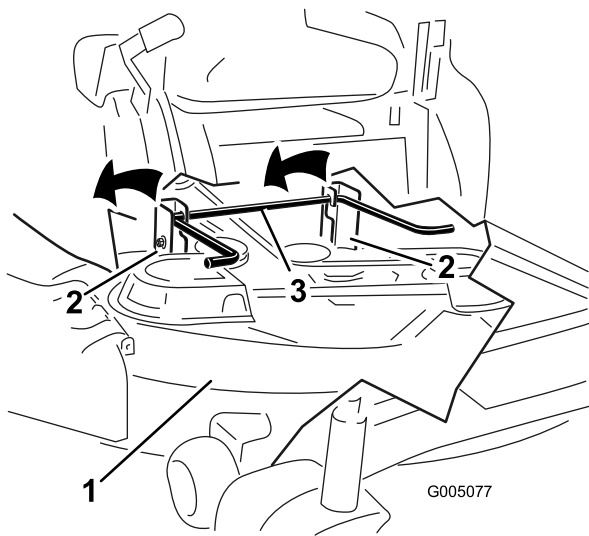

Figura 64
7. Eleve la carcasa de corte y desenganche la varilla de elevación trasera de las pletinas de suspensión, y baje el cortacésped con cuidado al suelo (Figura 64).
5. Eleve la parte trasera de la carcasa del cortacésped y coloque las pletinas de suspensión sobre la varilla de elevación trasera (Figura 64).